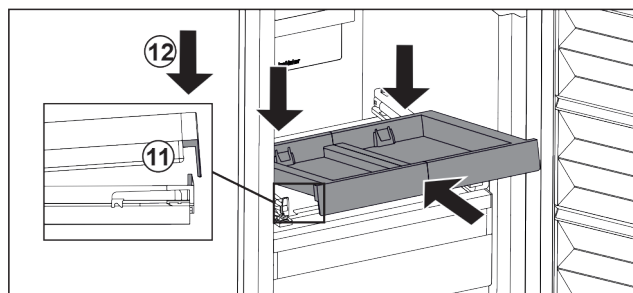

Fig. 29
- ▶ Šikmo zasuňte. Dbejte, aby byl na obou stranách doraz za západkou. Fig. 29 (11)
- ▶ Usad'te vpředu vysouvací přihrádku. Fig. 29 (12)